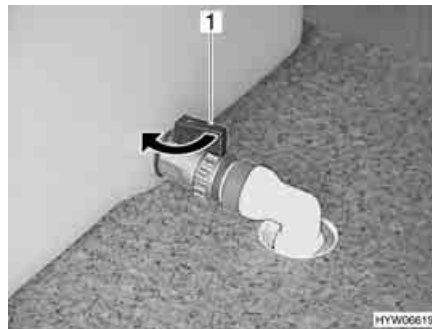

Fig. 216 Serbatoio dell'acqua, rubinetto di scarico acqua
- Chiudere il rubinetto di scarico acqua del serbatoio dell'acqua. Ruotare la leva (Fig. 216,1) nella direzione della freccia.